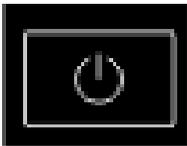

Abb. 5: Motor An-Aus
- Bedienfeld (⇄ Abb. 5) für ca. 5 Sek. gedrückt halten, das Symbol "Wash Filter" erlischt.